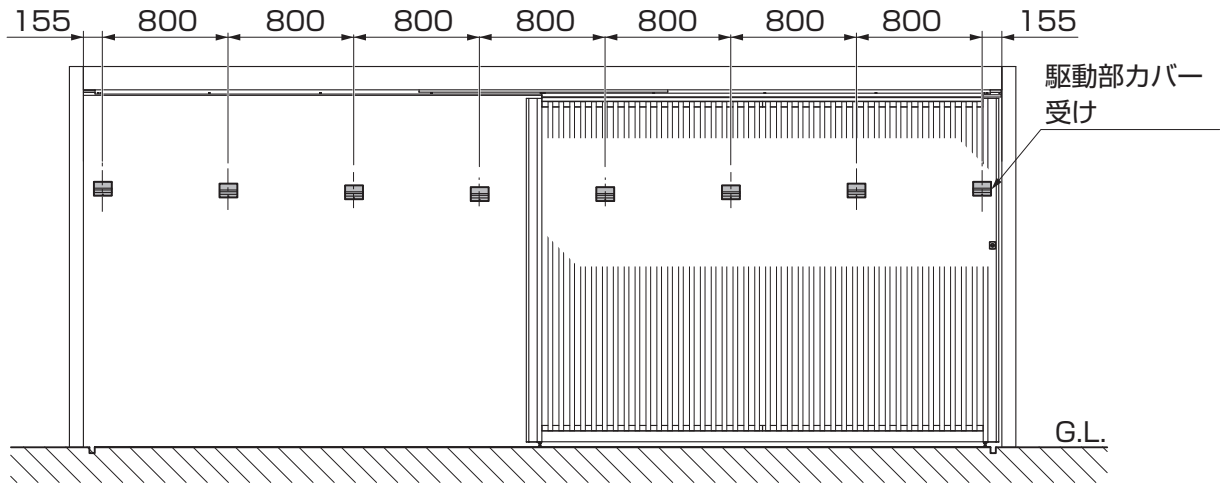

図1-6 道路側正面図
- 駆動部カバー受けは800mmピッチで8個取付けてください。(図1-6参照)